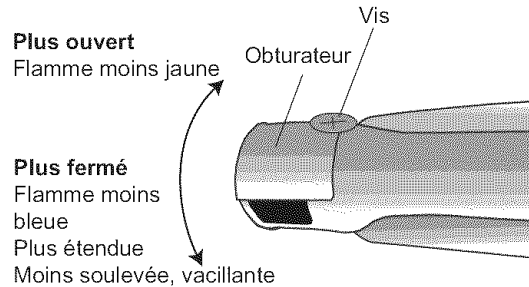

Figure 17 : Réglage de l'obturateur d'air (au besoin)
Le brûleur tube utilisé avec les appareils Thermador® sont dotés de système d'obturateur d'air semblables à l'illustration, Figure 17, et peut être réglé à l'aide de la méthode suivante (à moins que le réglage ne soit pas recommandé). Il est nécessaire de retirer le brûleur de l'appareil afin d'effectuer les réglages d'obturateur d'air.
- Régler l'obturateur en position plus ouverte si la flamme est trop jaune (Voir Figure 17).